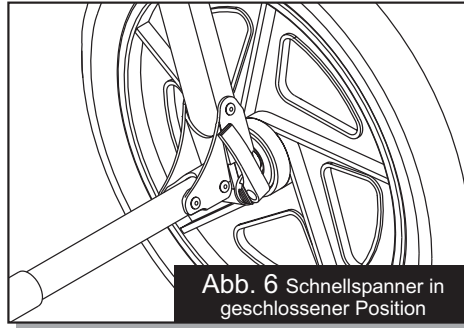

**Abb. 4**
- 4 Hinterrad:** Positionieren Sie den Hinterrad-Schnellauslöser Hebel in der offenen Position, wie in Abbildung 4 gezeigt. Führen Sie die Hinterradsachsel in die hintere Gabelöffnung ein. Falls die Achsel nicht einfach reinrutscht, lösen Sie die Schnellverschluss Einstellmutter von Hand (Abbildung 4). Führen Sie die Achsel in die Achselaufnahme ein bis der Schnapping an der Achsel mit der Achselaufnahme in Berührung kommt
(Abbildung 5). Schieben Sie den Schnellverschluss in die geschlossene Position (Abbildung 6). Das Wort "close" sollte gut sichtbar sein und der Schnellspannhebel sollte aufwärts und zum Sitz weisen. Wenn der Schnellspanner richtig eingestellt ist, sollte deutlicher Widerstand spürbar sein, um ihn zu schließen (9-11.9 Nm). Falls Sie diesen Widerstand nicht spüren (zu lose oder zu fest), stellen Sie den Schnellspannhebel zurück in die offene Position (Abbildung 4) und stellen sie die Einstellmutter ein (im Uhrzeigersinn zum anziehen und gegen den Uhrzeigersinn zum lockern). Schieben Sie den Schnellspannhebel in die geschlossene Position (Abbildung 6). Achtung: Befolgen Sie diese Anweisungen genau. Wenn Sie unsicher sind, fragen Sie Ihren Händler oder BOB.